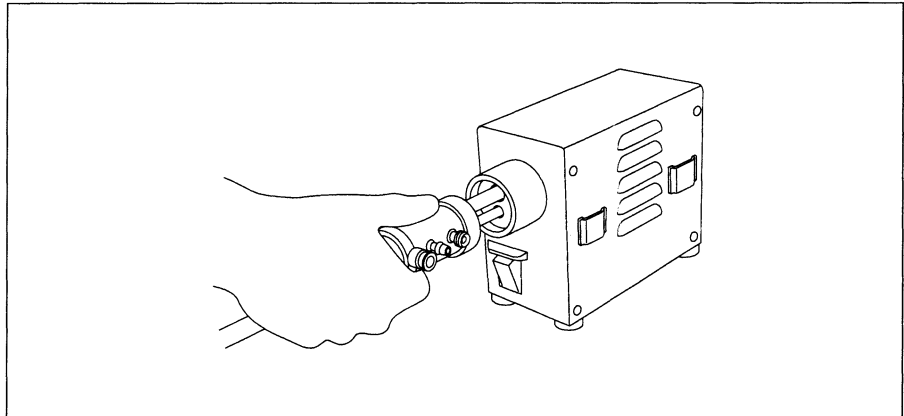

Рис. 3.5
3. До упора вставьте разъем световода в выходную розетку на передней панели прибора для обслуживания эндоскопов. (См. рис. 3.5.)